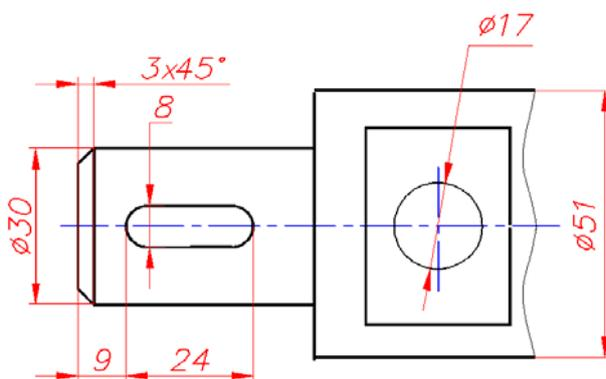

Рис. 5.13
Рассмотрим процедуру добавления этих знаков при нанесении линейных размеров, например указать диаметр вала $\varnothing 30$ мм и дать размер фаски $3 \times 45^\circ$ (рис. 5.13).
1. Добавить знак диаметра к размеру 30 мм (рис. 5.13).
2. Добавить знак градуса к размеру $3 \times 45^\circ$ (рис. 5.13).
Остальные размеры в этом упражнении нанести в соответствии с рис. 5.13.